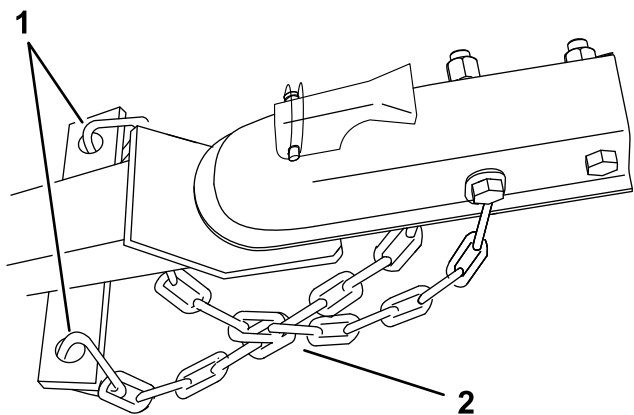

Figure 7
2. Croisez les deux bouts de chaîne **sous** la barre de remorquage (Figure 7).